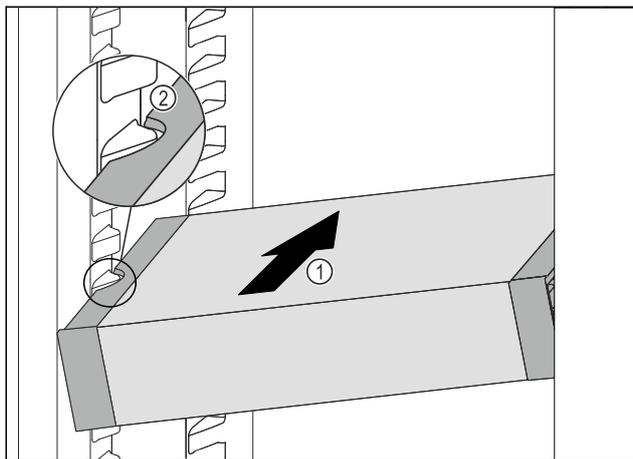

Fig. 83
- Insérer le VarioSafe en biais dans la partie réfrigérateur Fig. 83 (1) jusqu'à ce que les encoches latérales Fig. 83 (2) du VarioSafe se trouvent à la hauteur de la nervure du bac dans la partie réfrigérateur.